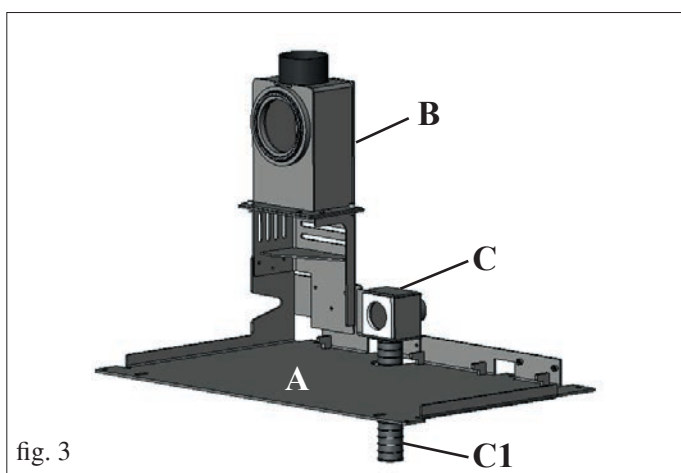

fig. 3
- Faire glisser le conduit de cheminée (non fourni) dans le conduit des fumées (B) et le tuyau Ø 40 mm (C1 - non fourni) dans le conduit d'air primaire (C).
Le tuyau Ø 40 mm (C1 - non fourni) peut être installé sous la plaque de base (A) voir fig. 3.